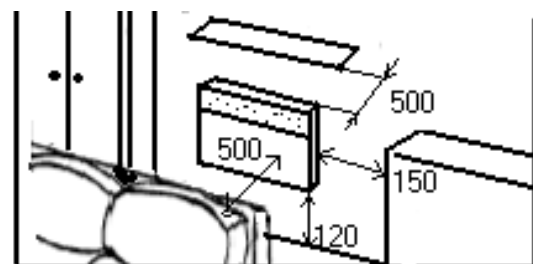

Рис.2
- Перед прибором на расстоянии до 50см не должно быть никаких препятствий (рис.2)